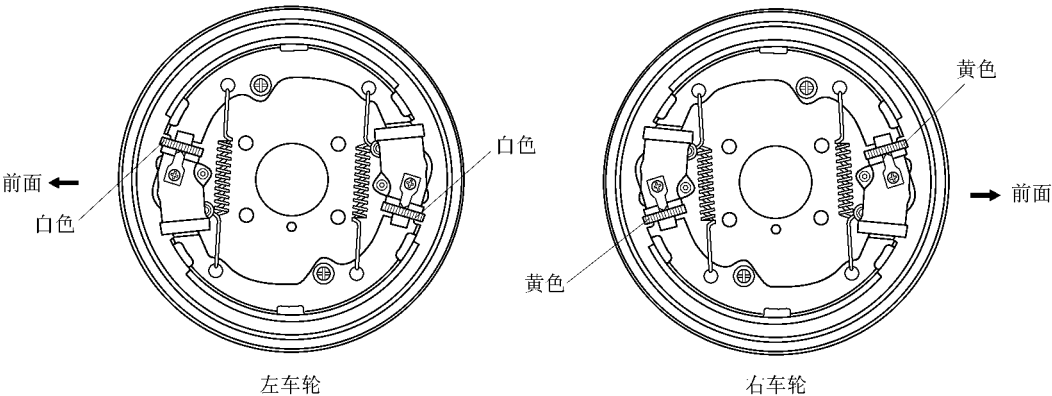

图 15-63 在正确位置装配零件
(1) 按图 15-63 所示的正确位置装配零件。
(2) 装配车轮制动分泵。